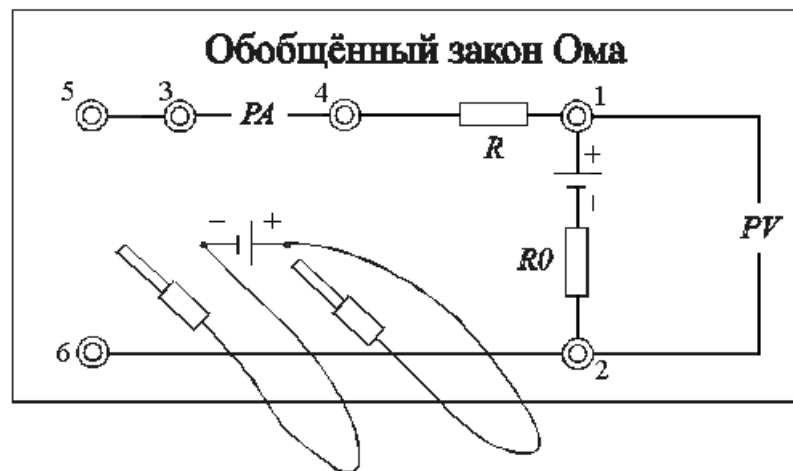
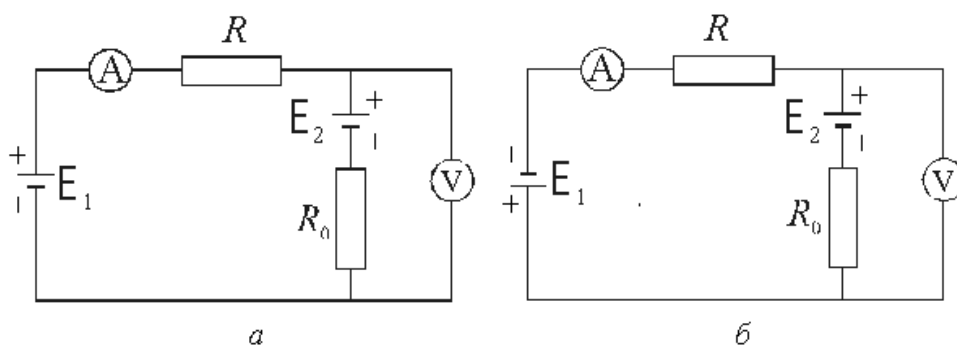

Рис. 5
Рис. 6
На лицевой панели лабораторного модуля изображена электрическая схема установки (рис. 5) и расположены гнезда для подключения измерительных приборов. К панели также подведены два гибких вывода, с помощью которых можно подключать с различной полярностью источник питания «Е1» с ЭДС E_1 к исследуемому контуру. Будем считать, что величина внешней регулируемой ЭДС E_1 всегда известна, а постоянная величина E_2 , создаваемая источником питания «Е2», неизвестна, как и сопротивление участка 1-2. Определим их.
Выберем направление обхода контура от точки 1 к точке 2 (см. рис. 5), а за положительное направление тока примем направление от точки 2 к точке 1, тогда в соответствии с обобщённым законом Ома для участка цепи можно записать
2. Согласно рис. 5 источник «E1» с ЭДС E_1 подключить к гнездам 5, 6 лабораторного модуля соблюдая полярность (красный провод «+», черный «-»).
3. Источник «E2» с ЭДС E_2 имеет стационарное подключение к лабораторному модулю, электрическая принципиальная схема встречного включения источников «E1» и «E2» приведена на рис. 6а.
17. Результаты измерений тока I по показаниям миллиамперметра «РА» и разности потенциалов $\varphi_1 - \varphi_2$ по показаниям вольтметра «РV» (участок $E_2 - R_0$ на рис. 5) занести в таблицу 1 для встречного включения источников питания «E1» и «E2».
19. Изменить полярность подключения источника «E1» с ЭДС E_1 к лабораторному модулю. Согласно рис. 5. красный провод подключить к гнезду 6, черный – к гнезду 5, электрическая принципиальная схема согласного включения источников «E1» и «E2» приведена на рис. 6б.
21. Результаты измерений тока I по показаниям миллиамперметра «РА» и разности потенциалов $\varphi_1 - \varphi_2$ по показаниям вольтметра «РV» (участок $E_2 - R_0$ на рис. 5) занести в таблицу 1 для согласного включения источников питания «E1» и «E2».